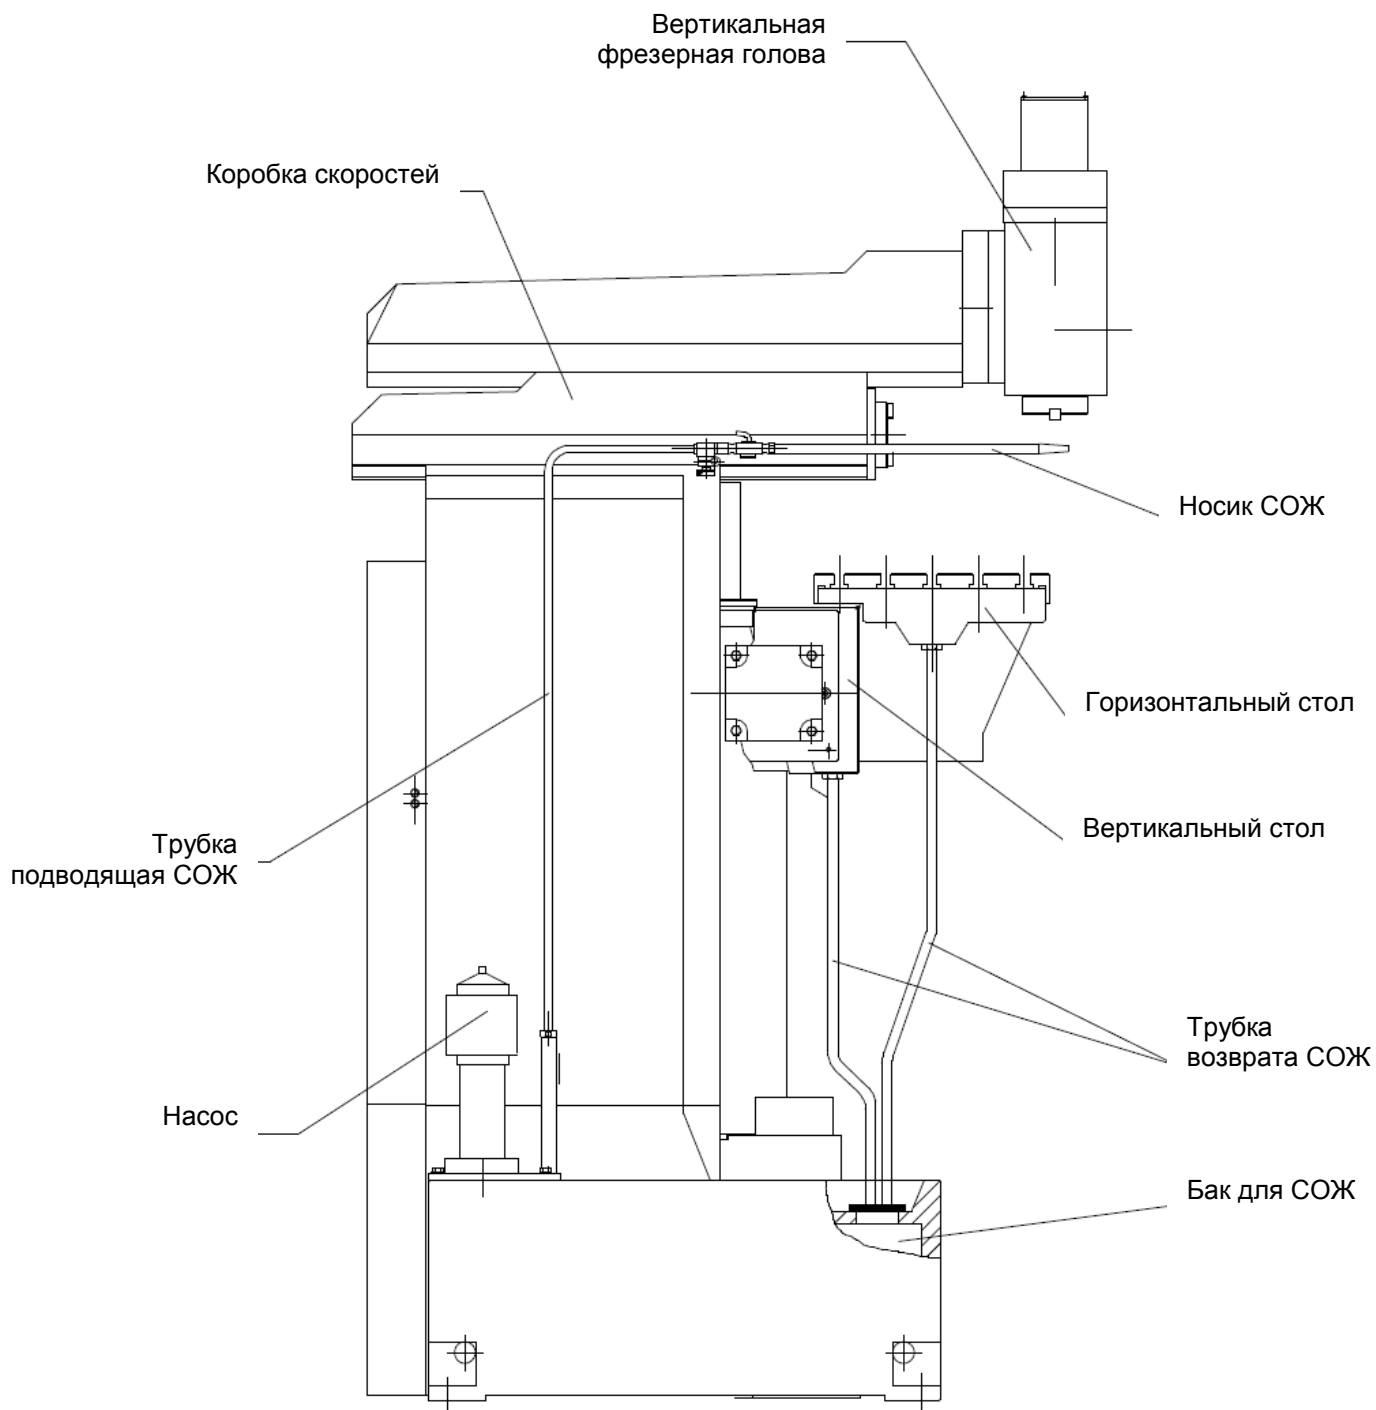

Рис.8 Система подвода СОЖ
6. Система подвода СОЖ: (См. Рис.8)